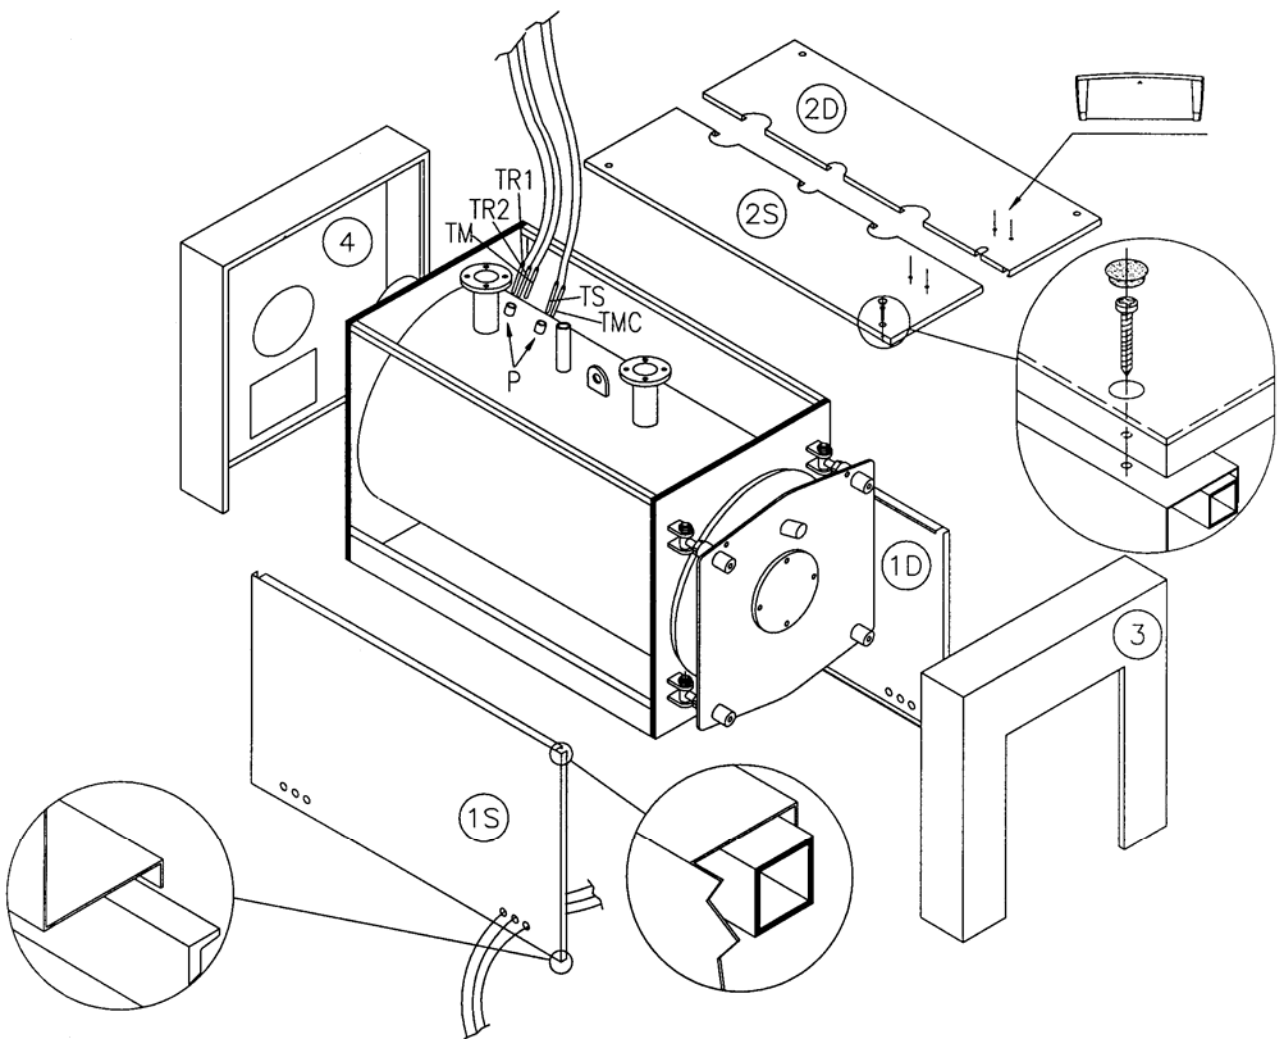

Рис. 8
4.2 ОБШИВКА КОТЛА REX 7÷40 /REX К 25÷40 (Рис. 8)
- a) Обернуть стекловатой корпус котла, оставив видимыми футляры для колб (P), расположенные на правой стороне.